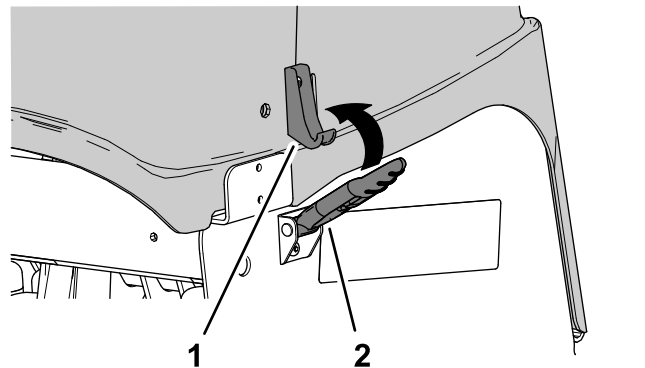

**Figura 152**
1. Aliniați capul de carotaj la maină, așa cum se arată în Figura 152.